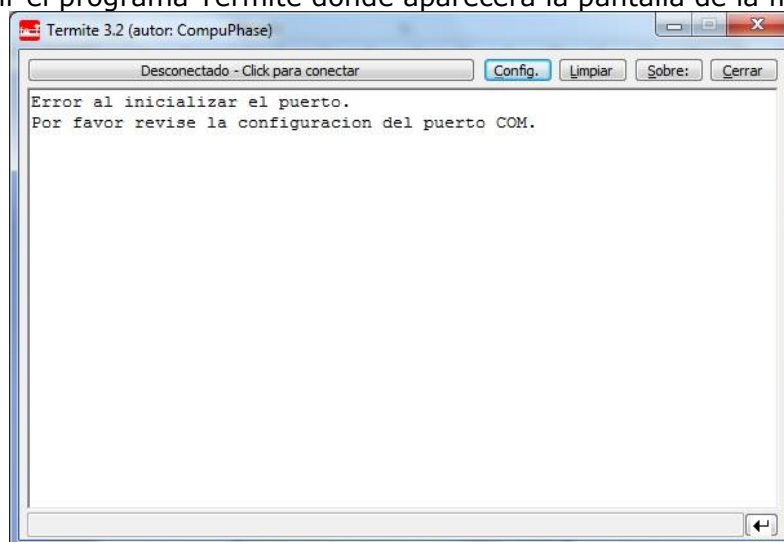

Figura 9.2 Pantalla principal del programa termite
- 3- Abrir el programa Termite donde aparecerá la pantalla de la figura 9.2